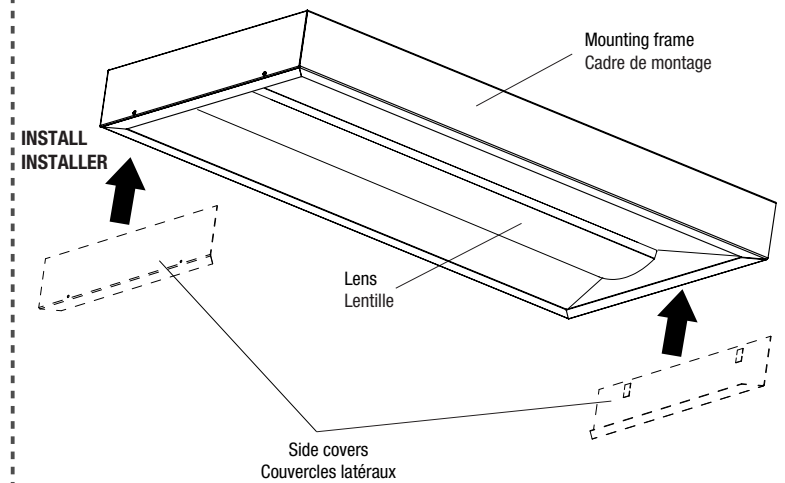

Fig. 6
- For the Dimming Circuit (if available) connect purple lead to "+" lead and the pink lead to "-" lead (Fig. 6).
- Pour le circuit de gradation de la lumière (si disponible), connecter le fil violet au fil "+" et le fil rose au fil "-" (Fig. 6).
8. Raccorder les fils d'alimentation provenant du câble BX, aux câbles présents dans le boîtier du luminaire. Raccorder les fils en respectant les polarités, soit le fil de mise à la terre (vert) connecté au fil de mise à terre du fournisseur (vert), le fil actif (noir) pour le conducteur DE PHASE (noir) et le fil neutre (blanc) pour le conducteur NEUTRE (blanc). Pour le circuit de gradation de la lumière (si disponible), connecter le fil violet au fil "+" et le fil rose au fil "-" (Fig. 6).